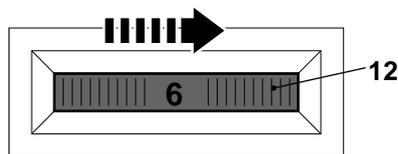

Fig. 9
- > Tourner le sélecteur de vitesse [12] vers la droite pour diminuer la vitesse de rotation (Fig. 9).